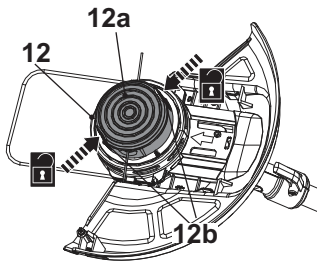

Fig. 24
2. Mantenga firme el cabezal de corte (12) con una mano. Pulse los pasadores de liberación (12b) en ambos lados, luego levante la tapa (12a) y retírela (Fig. 24).